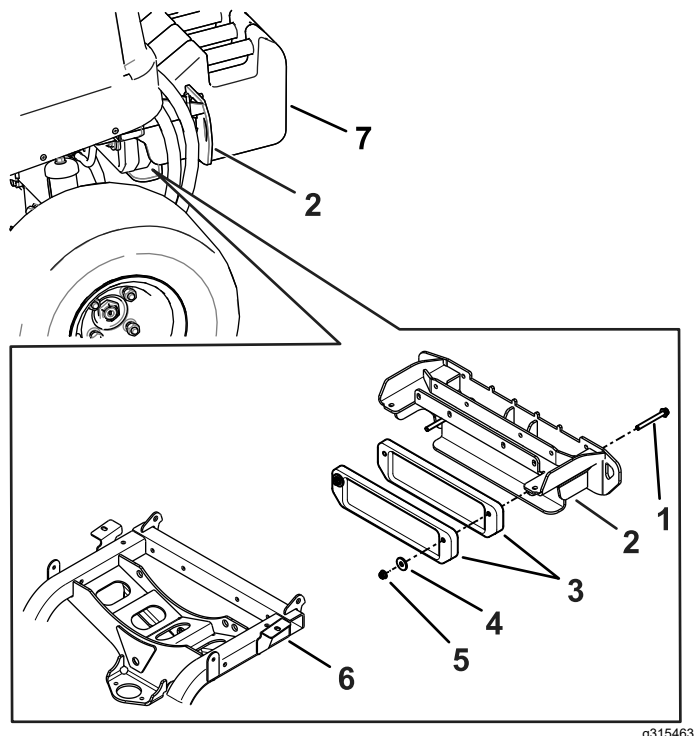

Figura 30
1. Instale los 2 pesos (6 kg / 15 libras) entre el bastidor y el guardabarros trasero con 2 pernos (3/8" x 3 1/2"), 2 arandelas (3/8") y 2 contratuercas (3/8"). Consulte Figura 30.